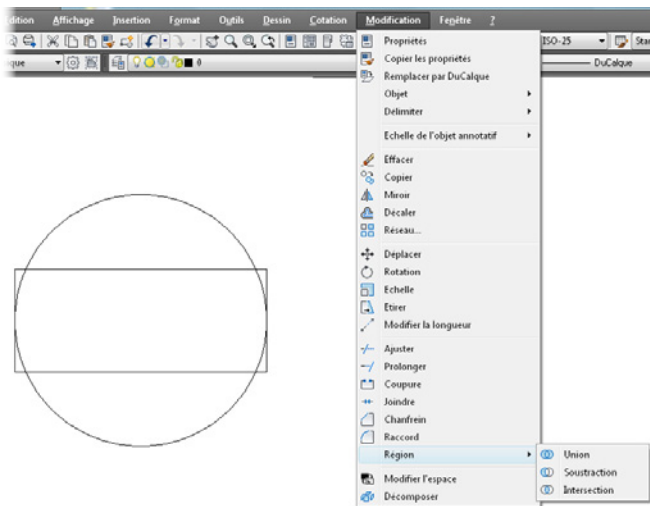

Figure 3.74
3. Allez dans le menu Modification > Région > Intersection (voir Figure 3.74). Sélectionnez tous les objets et validez (voir Figure 3.75).